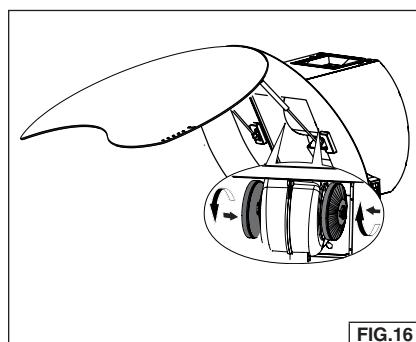

FIG.16
14. Installez les deux filtres au charbon sur le ventilateur. Fig. 16.